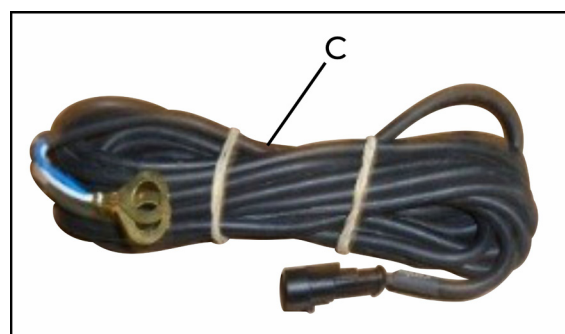

fig. 39
NOTA: En caso de que la cosechadora no cuente con el enchufe del tipo “encendedor de cigarrillo” en la cabina, hay un segundo cable (D) (fig. 39) que viene con el conjunto abre/cierra. Este se debe conectar directamente en la batería.